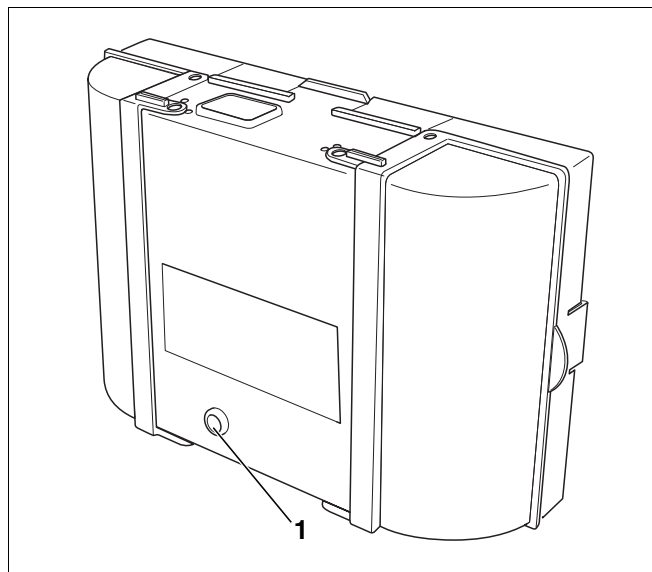

Рис. 18 SAFe 10, кнопка подавления помех со светодиодом
- Нажимать на кнопку подавления помех (рис. 18, поз. 1) более одной секунды (деблокировка). Примерно через пять секунд горелка перейдет в пусковой или рабочий режим.